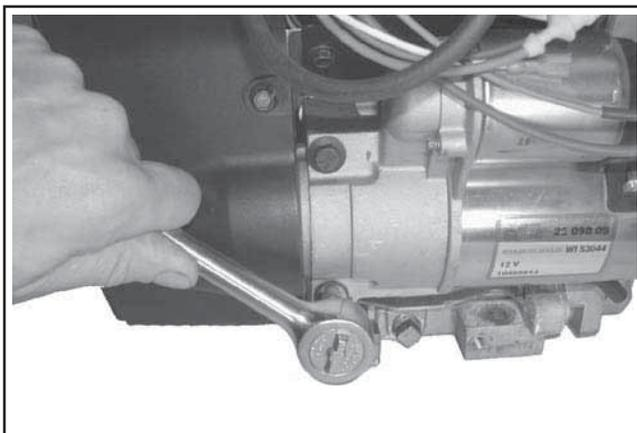

Figure 9-30. Enlèvement du démarreur électrique.
2. Enlever les deux vis hexagonales à embase. Voir la Figure 9-30.